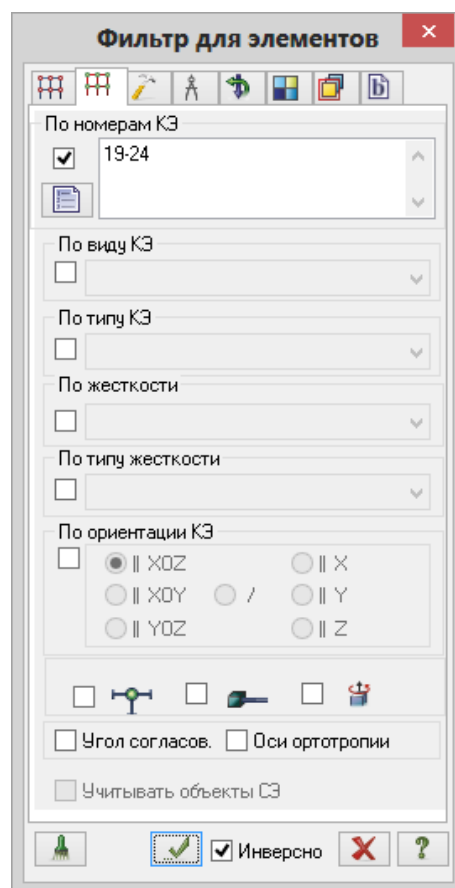

Рис.3.15. Диалоговое окно **Фильтр для элементов**
- Щелчком по кнопке  – **ПолиФильтр** на панели инструментов **Панель выбора** вызовите диалоговое окно **ПолиФильтр** (рис.3.15), для того чтобы выделить элементы верхнего пояса.